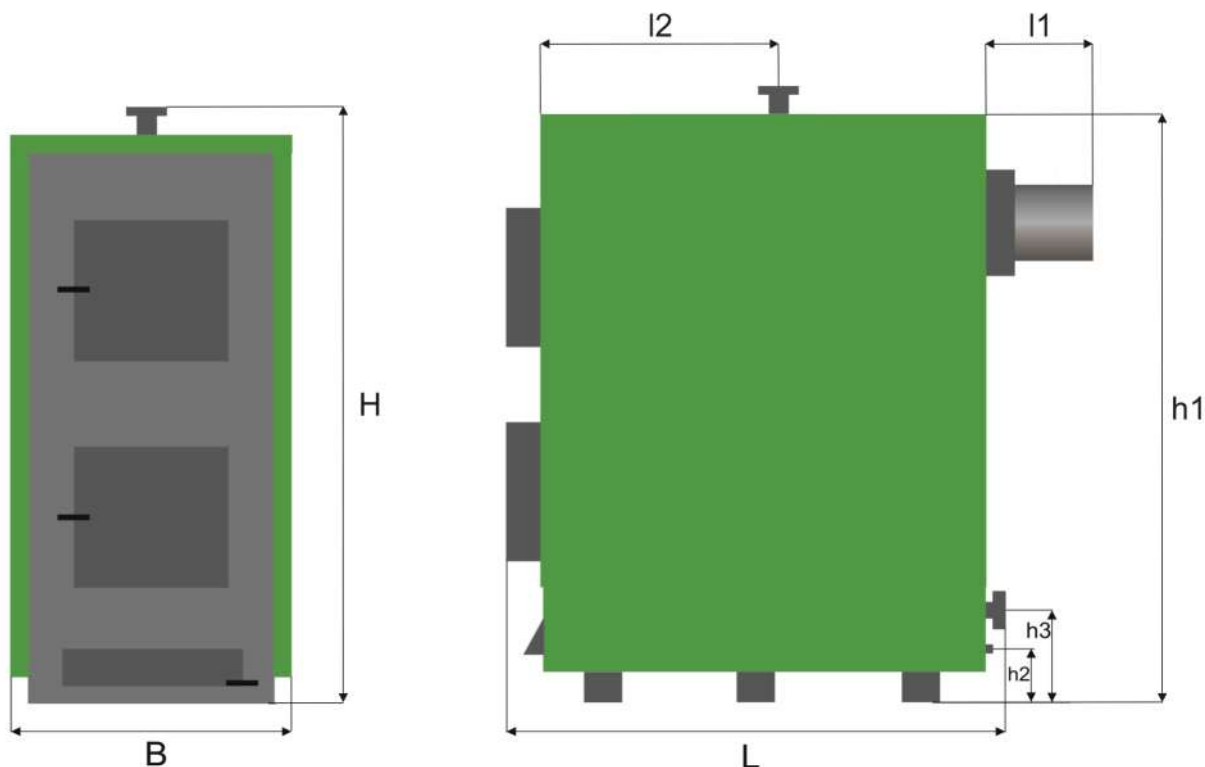

Рисунок 1 - Габаритные и присоединительные размеры Котлов моделей P 52 - 102 базовой комплектации.
Габаритные и присоединительные размеры Котла (см. рис.1), мм:
Котел (рис.1, 2) представляет собой стальной сварной каркас, обшитый снаружи съемной декоративной теплоизолированной облицовкой. Каркас совместно с облицовкой образуют корпус. Корпус устанавливается на собственных опорах (12).